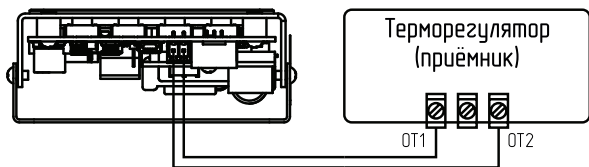

Рис. 9 Схема подключения котла к терморегулятору (приемнику) по цифровой шине OpenTherm
- На **Рис. 9** показана принципиальная схема подключения котла к терморегулятору (приемнику) по цифровой шине OpenTherm.
1. Подключите провода к клеммной колодке в соответствии с электрической схемой (см. **Рис. 9**) к контактам OT1 и OT2.